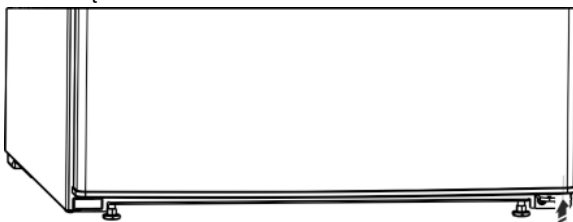

Fig. 7
- Vėl įstatykite tarpiklį Fig. 7 (13) į duris apačioje, dešinėje pusėje, nes jis yra svarbus prietaiso stabilumui.